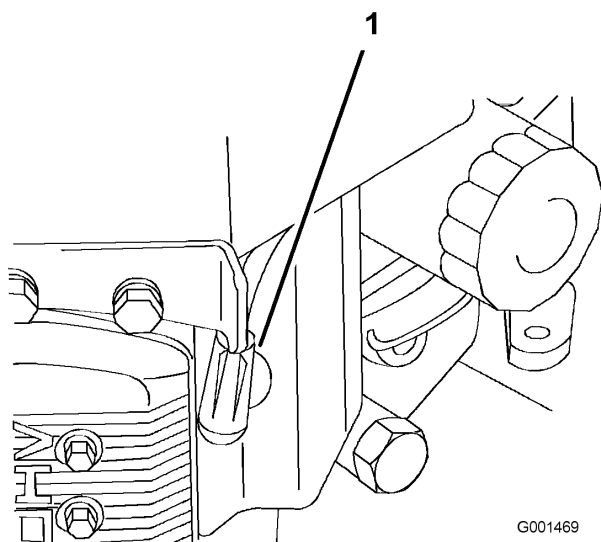

Figure 23
3. Débranchez les bougies (Figure 23).